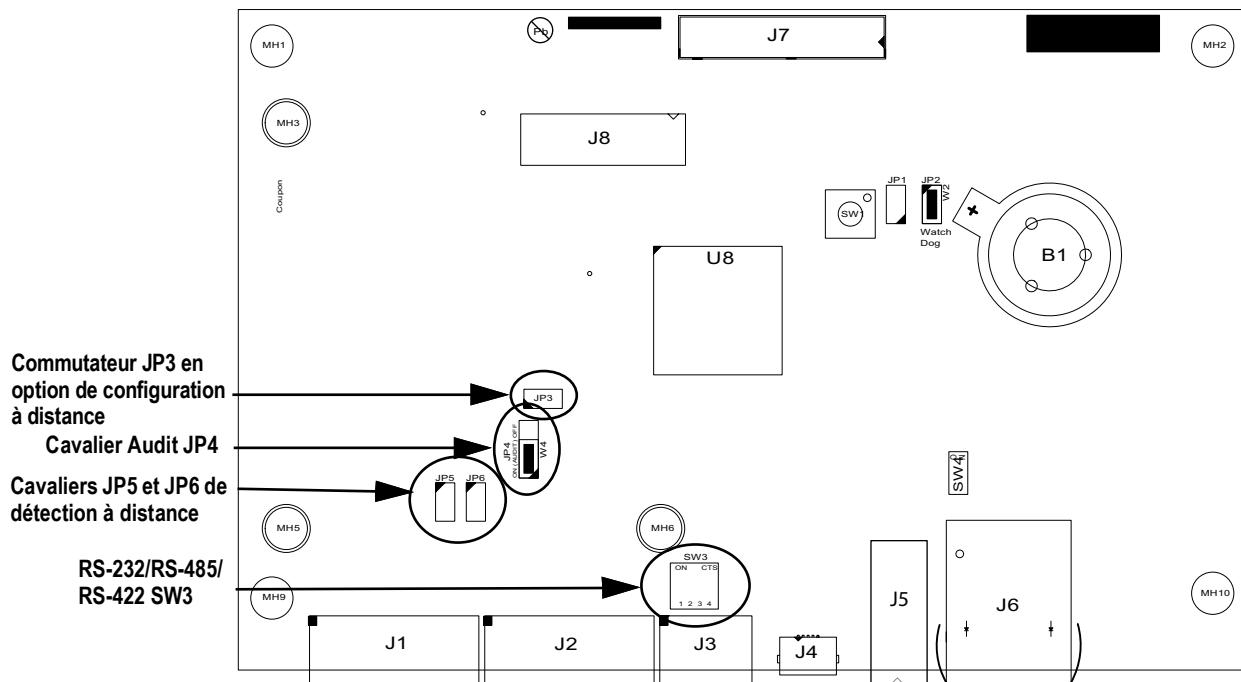

Figure 2-24. Carte UC d'indicateur 880
**REMARQUE :** Pour une installation à 4 fils, laisser les cavaliers JP5 et JP6 en place. Se reporter à la Figure 2-24, page 35.